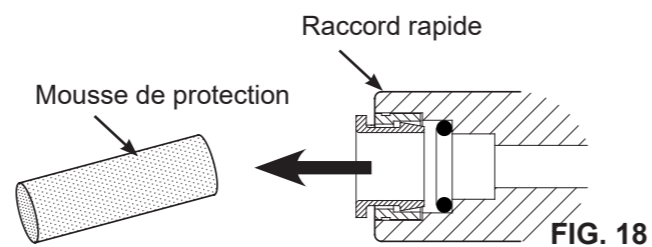

FIG. 18
**NOTE:** Retirer les mousses protectrices avant de connecter les tuyaux (Cf. Fig. 18). Jeter les mousses.